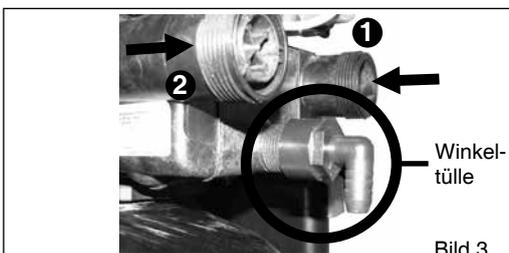

Bild 3
- Montieren Sie die **Winkeltülle** (Bild 3) auf den Spülwasserstutzen des Steuerkopfes (als Dichtmittel nur Teflonband verwenden). Schließen Sie einen der transparenten Schläuche mit der Schlauchklemme an die montierte Winkeltülle an. Führen Sie das Schlauchende zum bauseitigen Abwasseranschluss.
- Montieren Sie die beiden **Anschlussverschraubungen** handfest an die Anschlüsse des Steuerkopfes **1 + 2** (Bild 3).